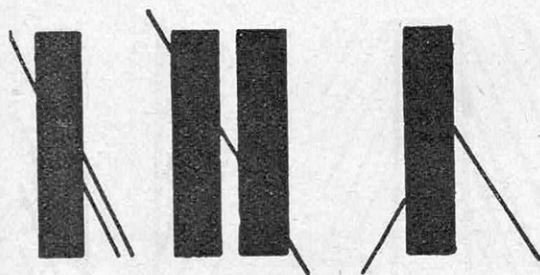

FIG. 29, 30 ET 31. — ERREURS DANS L'APPRECIATION VISUELLE DES DIRECTIONS
*Fig. 29 (figure de Pogendorff) : on se trompe sur celle des obliques du bas qui prolonge l'oblique du haut. — Fig. 30 (autre figure de Pogendorff) : les trois obliques sont, en réalité, dans le prolongement l'une de l'autre. — Fig. 31 (figure de Delbœuf) : l'oblique de gauche paraît couper celle de droite beaucoup trop bas.*
direction, mais elles ne se présentent plus dans le prolongement l'une de l'autre. Les figures de Pogendorff (fig. 29 et 30), la figure de Delbœuf (fig. 31) sont des illustrations connues depuis longtemps de ces apparences erronées ;